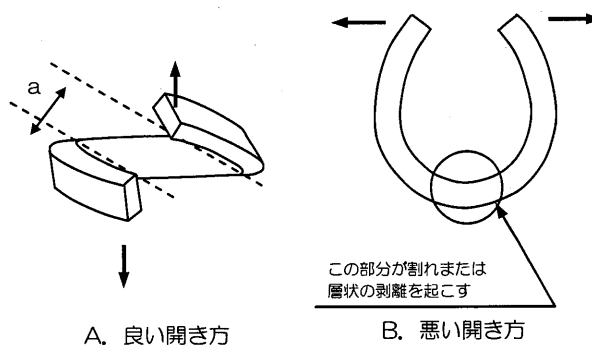

図4. パッキンの開き方
- リング成形したパッキンを使用する場合、図4のAのように軸方向にねじるようにして開いて下さい。Bのように開くとパッキンが破損する場合があります。